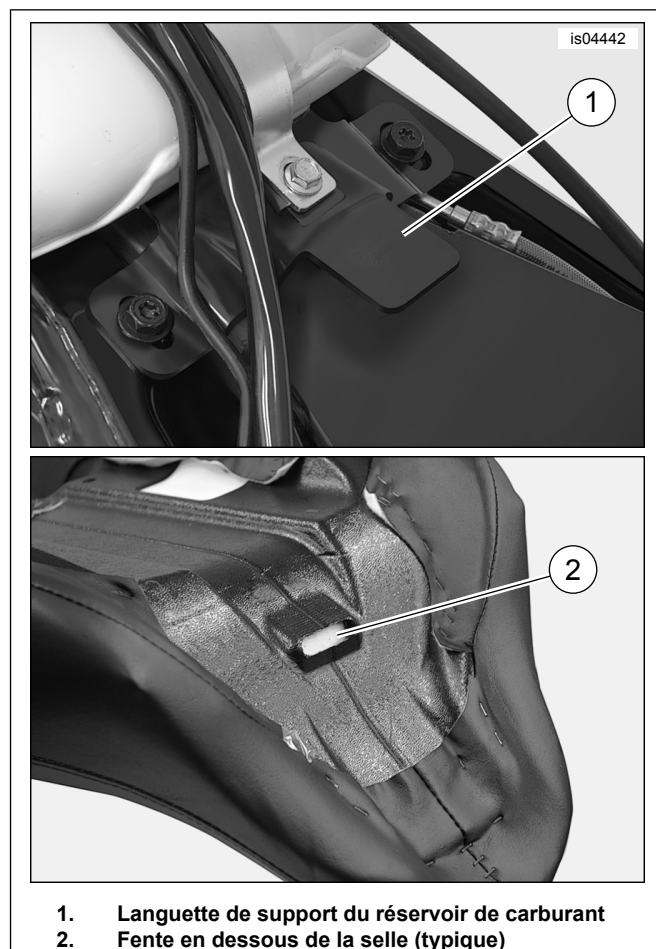

Figure 5. Fixation avant de la selle (typique)
5. Connecter le connecteur de selle chauffante et refroidissante au connecteur de circuit accessoire (6).
9. Consultez Figure 5 . Si l'installation est déjà effectuée, faire glisser l'arrière de la selle à travers la sangle de maintien, à partir de l'avant, jusqu'à ce que la fente (2) sur le dessous à l'avant de la selle soit derrière la languette de montage (1) de la selle sur le support arrière du réservoir de carburant.